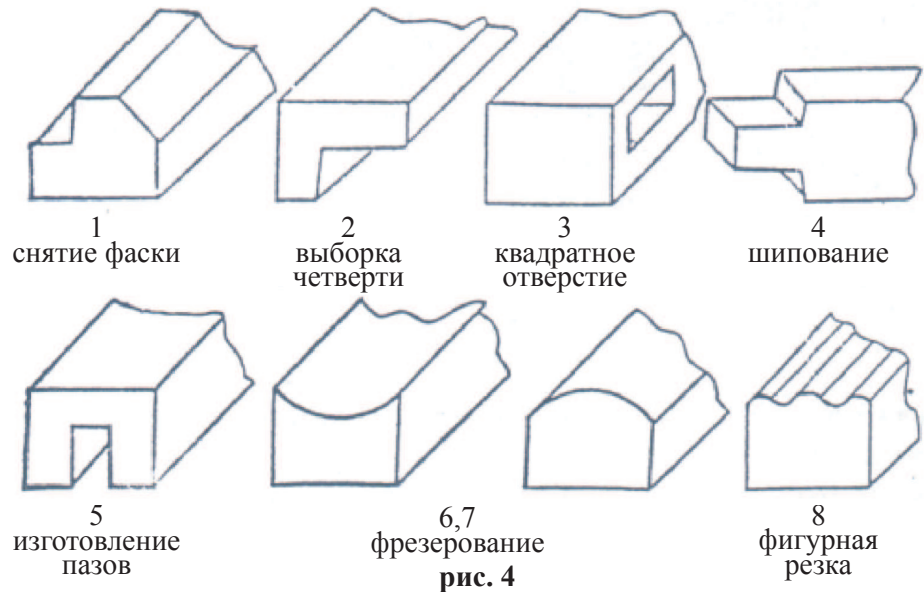

рис. 4
4.3 Вида рабочих операций (За исключением строгания и пиления) рис. 4